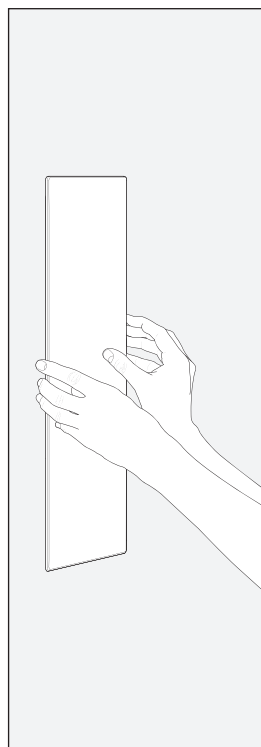

Fig. 1f
- 1) Appuyez délicatement sur la grille pour la mettre en place sur la face avant de l'enceinte (Fig. 1f). Les aimants permettront une fixation appropriée.